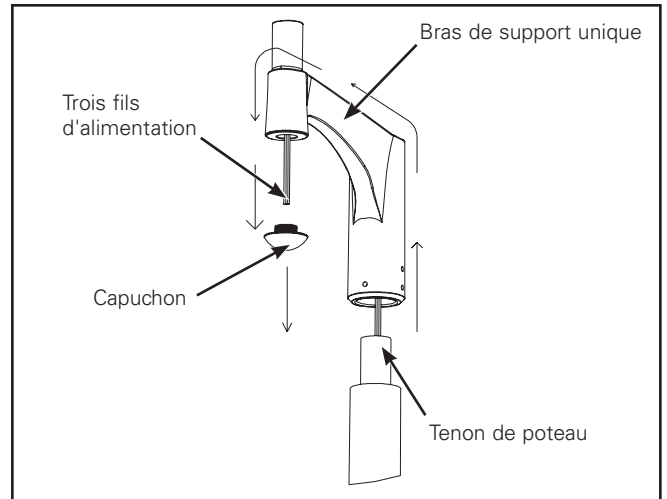

Figure 5.
3. Desserrez et retirez le capuchon du trou du bas du bras unique. (Figure 5.)
4. Insérez les fils d'alimentation à partir du pôle en les faisant passer à travers le trou du bas du bras unique et tirez-les vers le bas à travers le trou du capuchon. (Figure 5.)